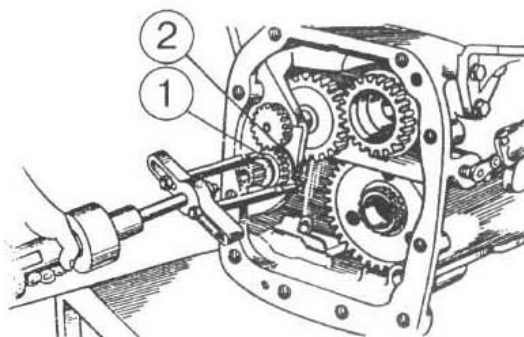

Рисунок 4.35
- б) выпрессуйте шестерню 1 (рисунок 4.35) вместе с осью, подшипником и стопорным кольцом;